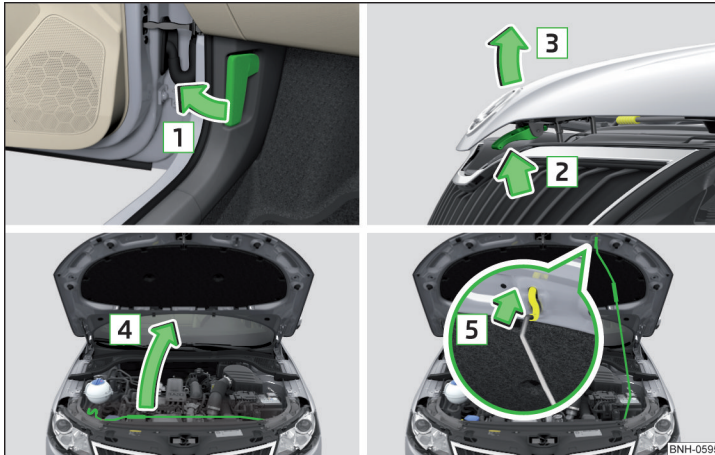

Abb. 145 Motorraumklappe öffnen
- Die Fahrertür öffnen und am Entriegelungshebel unterhalb der Schalttafel in Pfeilrichtung **1** ziehen » Abb. 145.